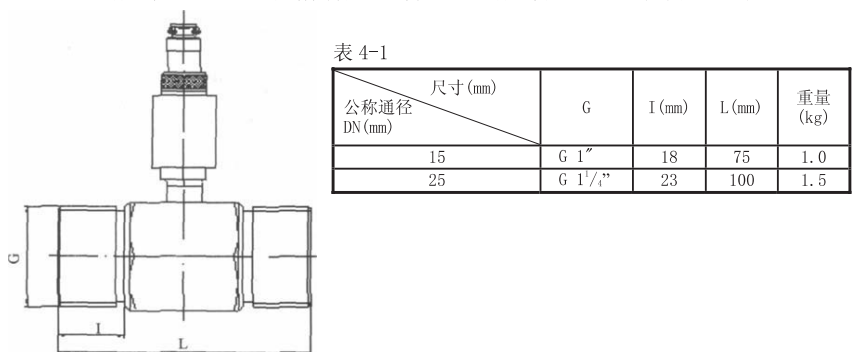

图 4-1 DN15~25 (公称压力 PN6.3MPa) 外形
a)、公称通径 DN15、25 的气体涡轮流量传感器(公称压力 PN6.3MPa 见图 4-1, 表 4-1)